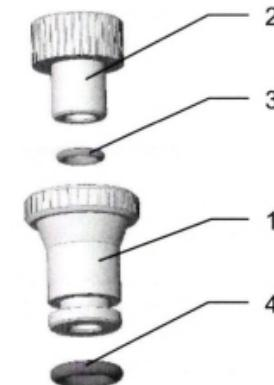

Рис. 2. Конструкция центрирующей втулки.
Центрирующая втулка для закрепления термометра в горловине перегонной колбы (см. рис. 2) состоит из следующих частей:
1. В отверстие нижней части втулки (поз. 1 на рис. 2) со стороны резьбы вкладывается уплотнительное кольцо №1 (поз. 2 на рис. 2).
4. В канавку в нижней части собранной втулки укладывается уплотнительное кольцо №2 (поз. 4 на рис. 2). При этом следует убедиться, что уплотнительное кольцо №2 надежно и без зазора фиксирует втулку в горловине колбы. При необходимости, для ликвидации зазора следует подложить под уплотнительное кольцо один или несколько слоев ленты ФУМ (в комплект поставки не входит).